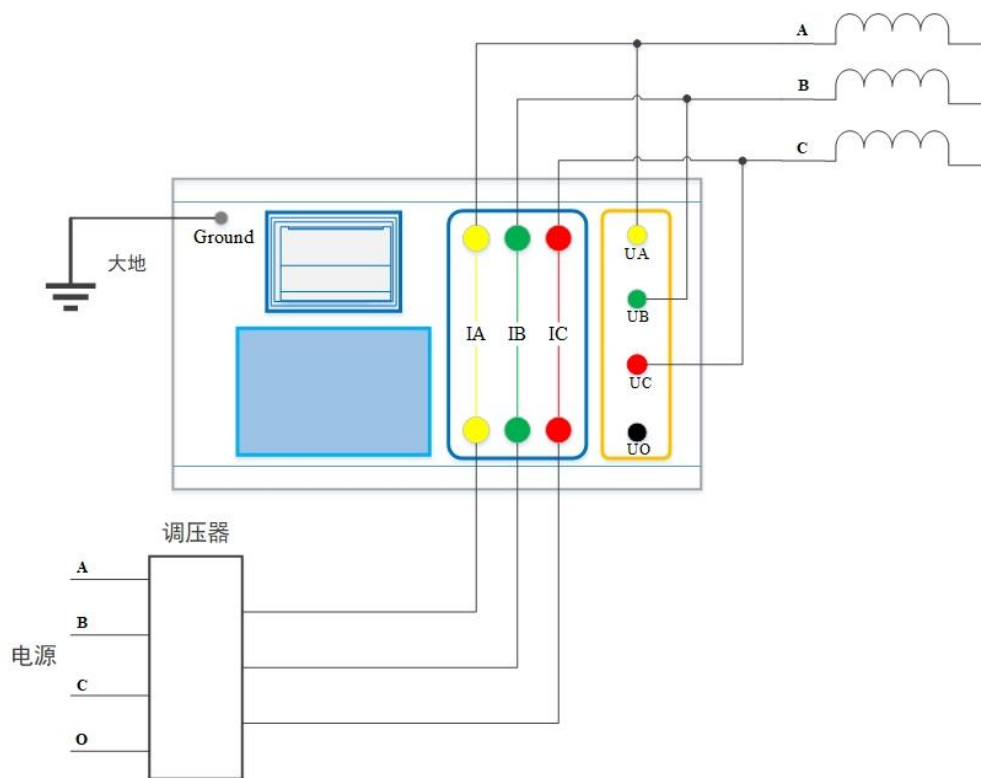
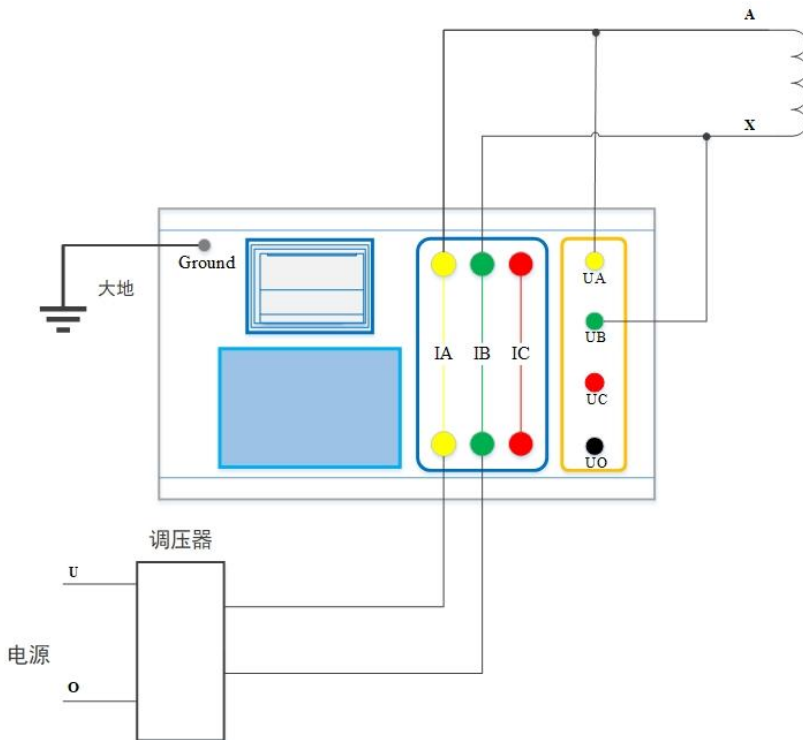

图 4.77 谐波试验三相法接线图
图 4.78 谐波试验三相法接线图
(4) 三相试验接线如图 4.77 所示，单相法试验如图 4.78 所示，示例负载为变压器。